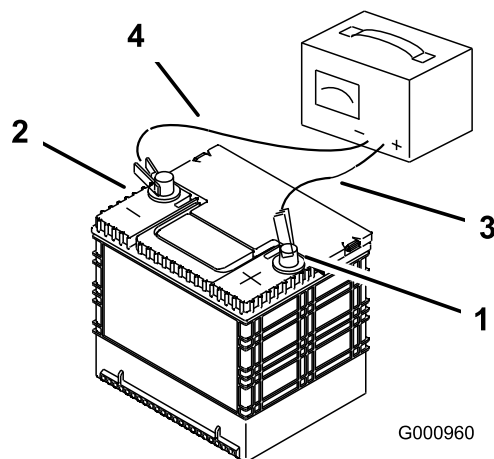

Figura 65
2. Quando a bateria estiver totalmente carregada, desligue o carregador da tomada elétrica e em seguida desligue os cabos do carregador dos bornes da bateria (Figura 65).